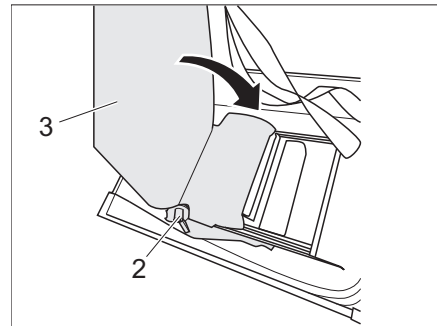

Bild 210 Förvara ryggstödet i bänken
- Tryck på spak 1 (Bild 210,2) och fäll ryggstödet (Bild 210,3) inåt.